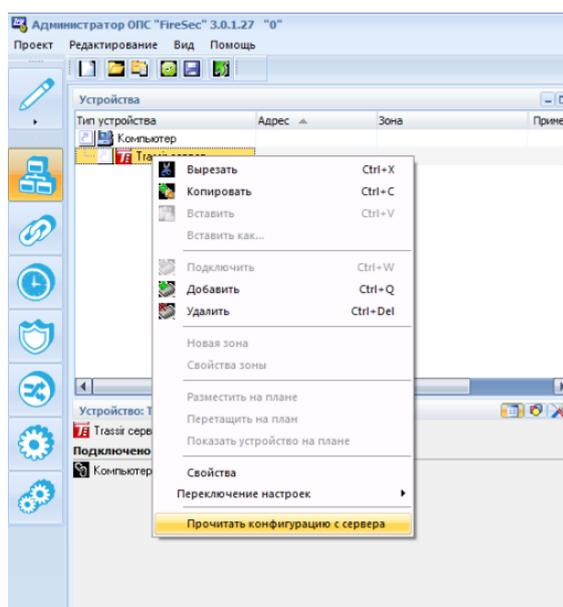

Рис. 52 Чтение конфигурации с сервера
2. после того, как устройство **Trassir сервер** появится в дереве устройств, необходимо открыть контекстное меню и выбрать команду **Прочитать конфигурацию с сервера**, после чего в конфигурацию добавится устройство **Камера** (Рис. 52, 53);